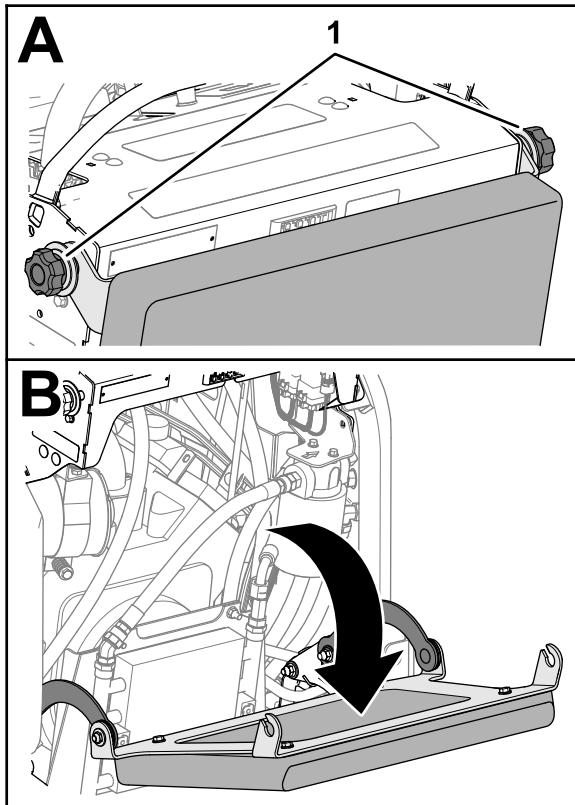

Figura 67
1. Afloje los 2 pomos que sujetan el cojín del operador a la columna de control (Figura 67).
2. Baje el cojín del operador (Figura 67).